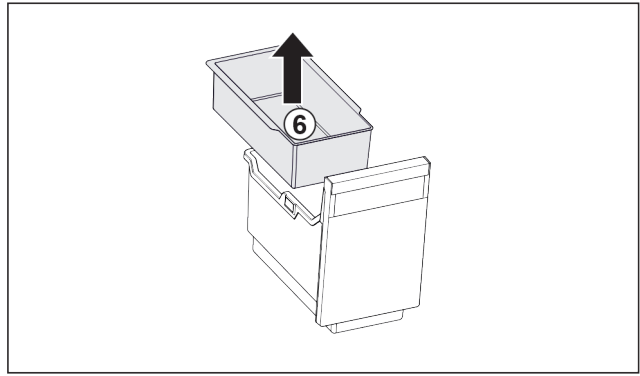

Fig. 34
- ▶ Retirer le *Fig. 34 (6)* balconnet pour glaçons.